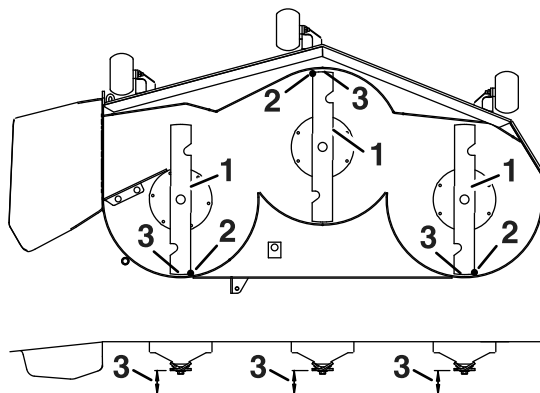

Figure 73
3. Faites pivoter les lames avec précaution pour faire passer les pointes avant à l'arrière (Figure 73).
4. Mesurez la distance entre la pointe de la lame avant et la pointe de la lame arrière par rapport à la surface plane (Figure 73).